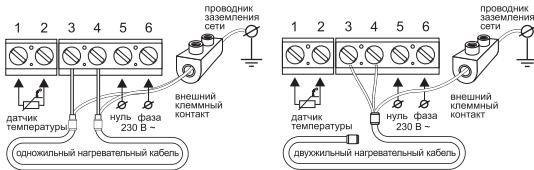

Рис. 3
Установите монтажную коробку или распаячную коробку (если используется). Подведите к ней провода питания, установочные провода нагревательного матта или секции и установочный провод датчика температуры пола. Подайте напряжение на провод питания. Индикатором определите фазовый и нулевой провода и отметьте их. Датчик температуры подключается к клеммам 1 и 2 (поларность при этом не имеет значения). Напряжение питания (переменное 230 В) подается на клеммы 5 и 6, причем фаза (определенная индикатором) – на клемму 6, а нуль – на клемму 5. Выводы нагревательной секции или матта подключаются к клеммам 3 и 4; вывод экрана оплетки (желто-зеленый провод) – к линии защитного заземления (PE) через внешний клеммный контакт (не входит в комплект поставки) (рис. 3).
- 1 Выполните подключение согласно рис. 3.